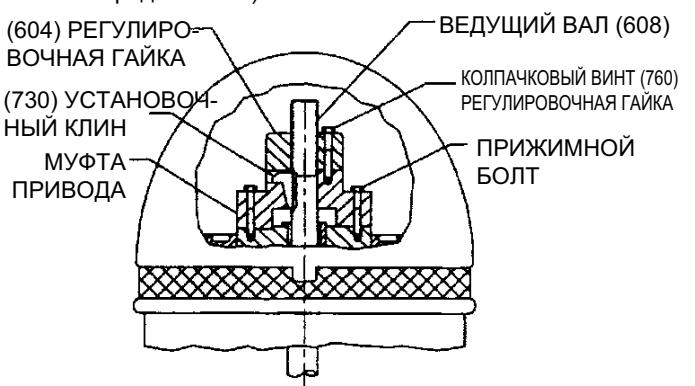

Рисунок 12
6. После опускания и ориентации привода, как объясняется выше, снять муфту привода и прижимные болты (см. рисунок 12). Обязательно отметить расположение муфты перед ее демонтажом.
Если агрегат поставляется с упорным гнездом (см. рисунок 19), упорное гнездо должно быть установлено на верхней части нагнетательной головки или стенде электродвигателя до установки привода. Приводной механизм узла упорного гнезда аналогичен электродвигателю с полым валом. (См. рисунок 12)